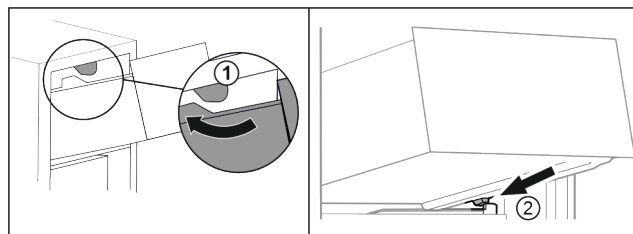

Fig. 18
- ▶ Guider le tiroir en contournant les butées supérieures. Fig. 18 (1)
- ▶ Placer le tiroir, en l'inclinant, derrière les butées inférieures sur la nervure de récipient. Fig. 18 (2)